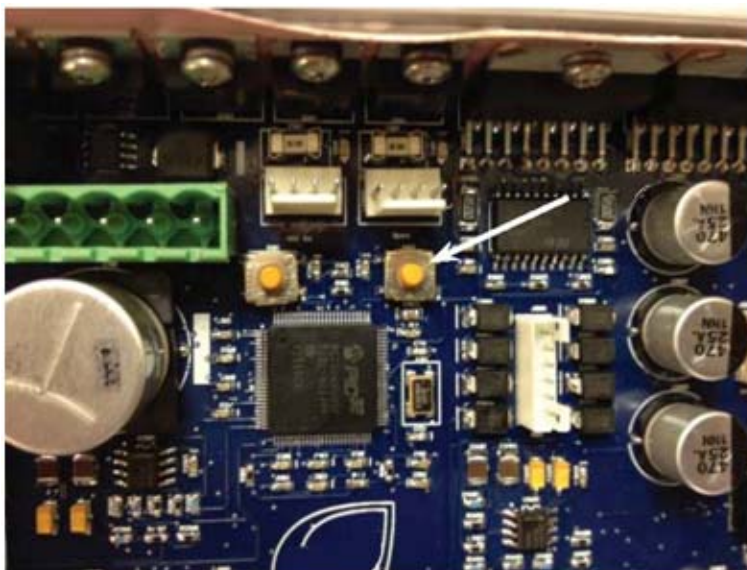

Figure 2-3. Tableau de commande du système ECO MX NANO
- 2 Maintenez enfoncé le petit bouton situé au centre du tableau de commande libellé « SW2 » et mettez le système en marche. (Consultez la Figure 2-3 pour l'emplacement du bouton SW2)